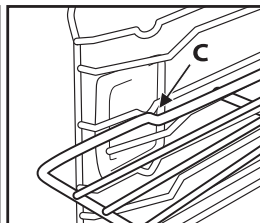

Fig. 3
3. Aduceți grătarul în poziție orizontală și împingeți-l până la introducerea completă "C" (Fig. 3).